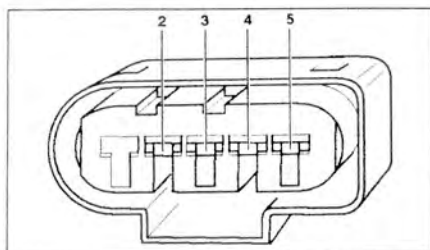

Рис. 3.68. Измерьте напряжение между контактами разъема расходомера воздуха.
17. Измерьте напряжение между контактами разъема расходомера воздуха (рис. 3.68).
19. Присоедините тестер V.A.G 1598/18 к жгуту проводов блока управления двигателем. Проверьте провода между тестером и разъемом на прерывание цепи: контакт 2 + гнезда 23, 45, 68, контакт 3 + гнездо 21, контакт 4 + гнездо 19, контакт 5 + гнездо 13 (рис. 3.68). **Заданное значение:** макс. 1.5 Ом.
22. Присоедините тестер V.A.G 1598/31 к жгуту проводов блока управления двигателем. Проверьте провода между тестером и разъемом на прерывание цепи: контакт 2 + гнезда 1 и 2, контакт 3 + гнездо 49, контакт 4 + гнездо 30, контакт 5 + гнездо 68 (рис. 3.68). **Заданное значение:** макс. 1.5 Ом.